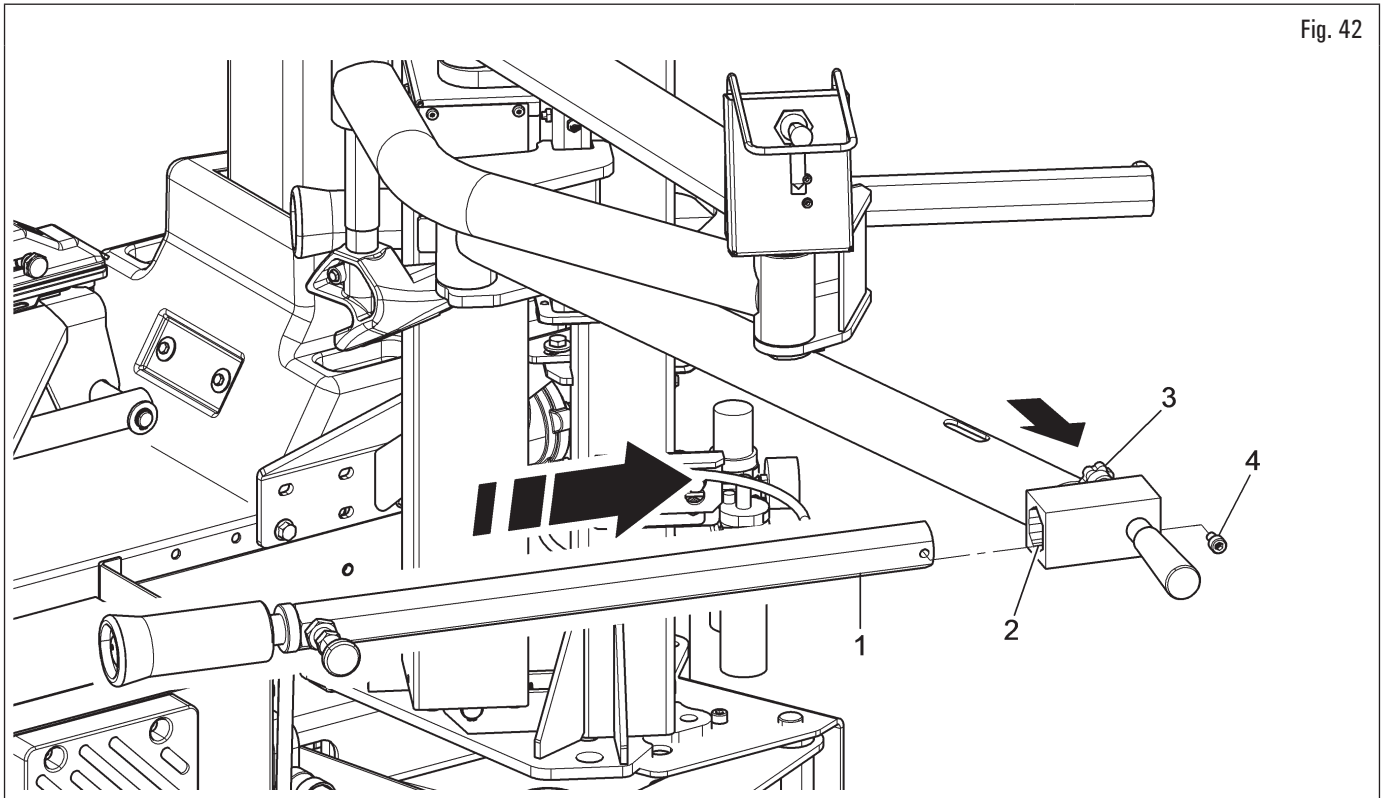

Fig. 42
Montar el brazo lateral con rodillo (Fig. 42 ref. 1) en su propio alojamiento (Fig. 42 ref. 2) bloqueándolo con el pomo (Fig. 42 ref. 3). Finalmente atornillar el tornillo (Fig. 42 ref. 4) al brazo hexagonal con rodillo (Fig. 42 ref. 1).